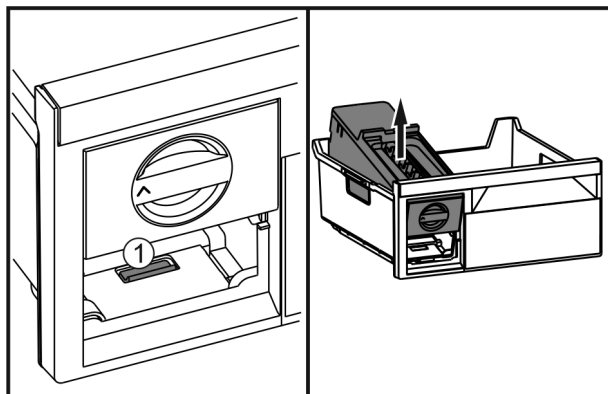

Fig. 50
- ▶ Lip Fig. 50 (1) indrukken, EasyTwist-Ice van achter optillen en uit de vrieslade nemen.